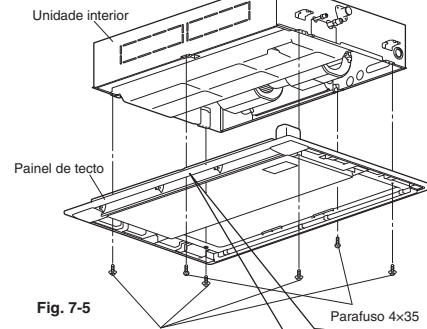

Fig. 7-5
- (5) Alinhe os orifícios de instalação do painel com os orifícios de parafuso na unidade interior.
- (6) Ajuste os parafusos com anilha fixa na cabeça fornecidos nos 4 orifícios de instalação no painel e, em seguida, aperte-os até que o painel fique firmemente montado na unidade interior. (Fig. 7-5)